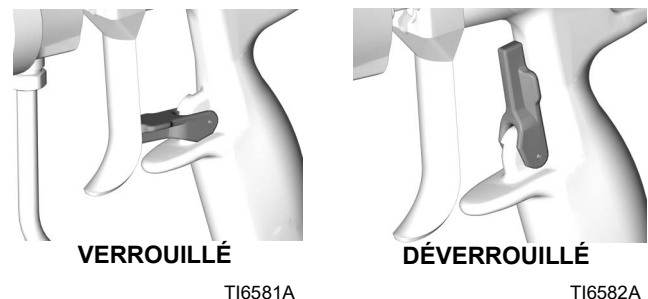

FIG. 13
1. Verrouiller la gâchette. Voir FIG. 13.
4. Déverrouiller la gâchette. Voir FIG. 13.
7. Verrouiller la gâchette. Voir FIG. 13.